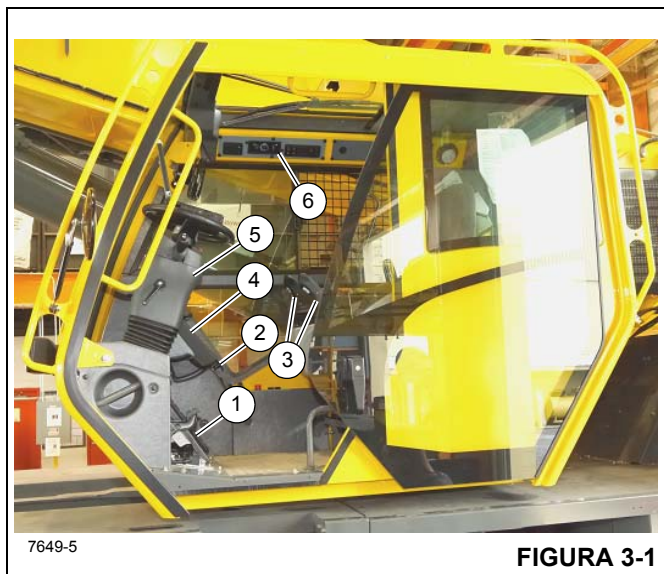

FIGURA 3-1
El conjunto de la columna de dirección (5) (Figura 3-1) es una columna de dirección telescópica e inclinable tipo pedestal. Tiene la capacidad de inclinarse 30° hacia atrás o levantarse verticalmente aproximadamente 60 mm (2.3 pulg). También incluye el interruptor de encendido y otros interruptores de control (Figura 3-2).